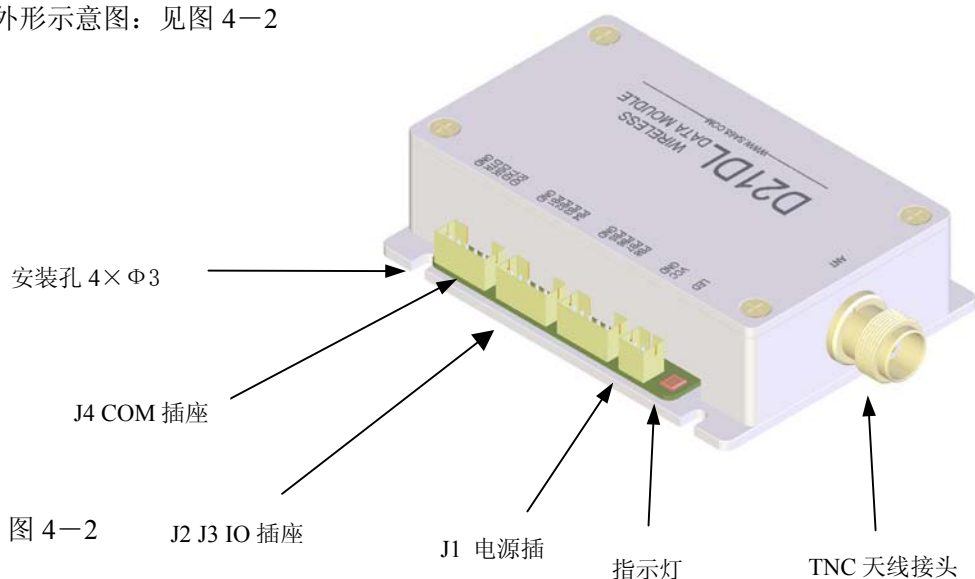
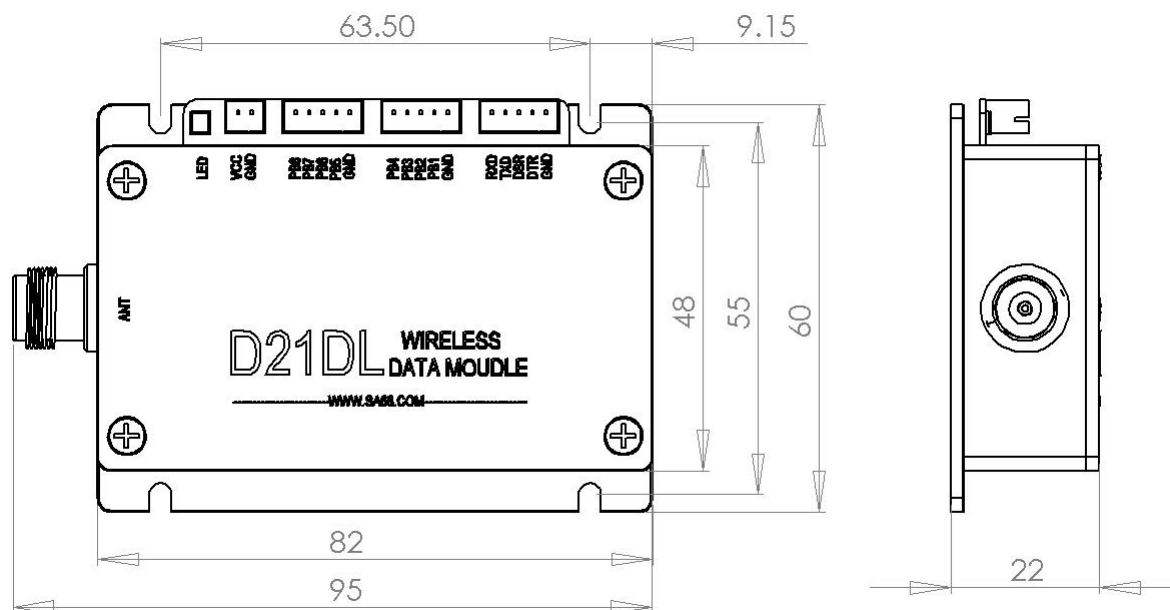

图 4-2
图 4-3
2、外形示意图：见图 4-2
- 3、安装方法：本机在两个侧面各有四个安装螺孔，尺寸为 M3。安装示意图 4-2，安装尺寸见图 4-3。
- 6、连接插座：本机共有四个插座 J1-J4，四个插座的位置见图 4-3。各插座端口主要功能见表 4-1：表 4-2、表 4-3。